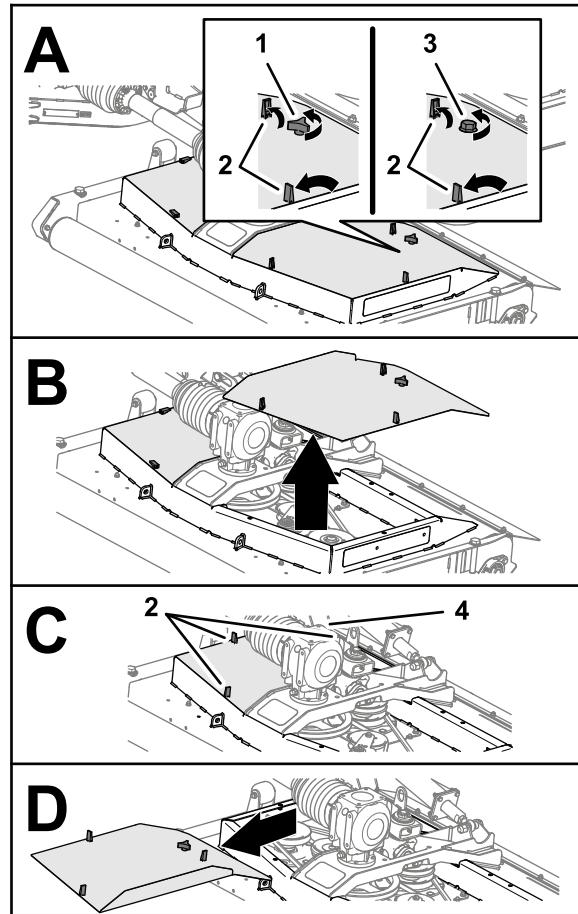

Figura 46
1. Libere los 3 cierres que fijan la cubierta de la carcasa del cortacésped (Figura 46).
2. Afloje el pomo o el perno (carcasa del cortacésped CE) que fija la cubierta de la carcasa del cortacésped a la carcasa (Figura 46).
4. Repita los pasos 1 y 2 para la otra cubierta (Figura 46).